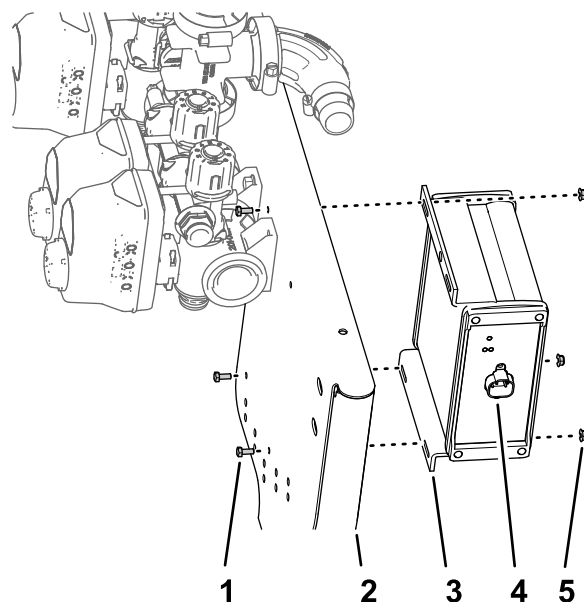

図 96
1. ASC10 スプレーヤコントローラを、バルブマウントの前側に合わせる。4ピンコネクタが外側を向くようにすること 図 96。